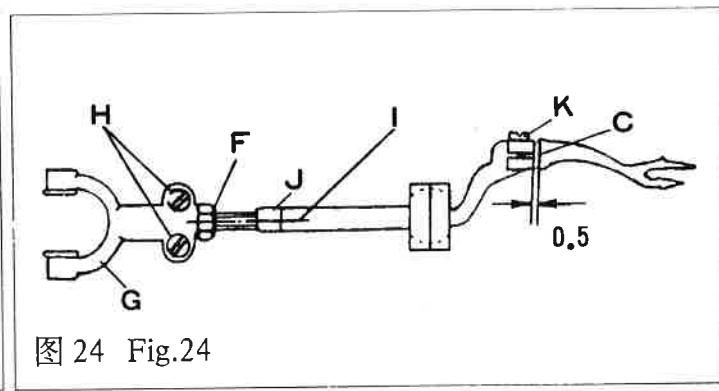

图 24 Fig.24
② 前后位置调整(图24) 旋松钩线叉杆“I”后部调节螺母“F”两只螺钉“H”，转动钩线叉杆一周，使钩线叉随之产生前后方向的位移来达到上述要求。
③ 经上述调整，前后位置尚未达到最佳状态，可旋松钩线叉紧固螺钉“K”，微量移动钩线叉的前后位置以达到最佳状态。微量调节时钩线叉杆前端面与钩线叉轴肩“C”之间间隙不大于0.5毫米。
(4) Positioning of location of thread hook
② The front and back position of thread hook (Fig.24)